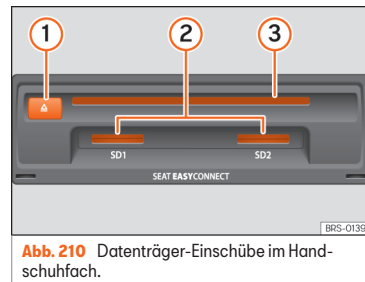

Abb. 210 Datenträger-Einschübe im Handschuhfach.
- CD oder DVD mit der beschrifteten Seite nach oben so weit in den DVD-Schacht » » **Abb. 210** ③ einschieben, bis sie automatisch eingezogen wird.
Kompatible Speicherkarte mit der abgeschnittenen Ecke zuerst und mit den Kontaktflächen nach unten in den Speicherschacht » » **Abb. 210** ② oder » » **Abb. 173** ⑨ einschieben, bis sie einrastet.